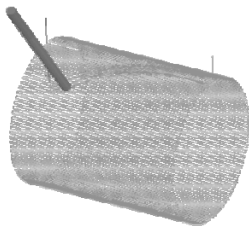

图 4-40 线框仿真加工
3) 直接单击左键，系统便开始线框仿真，如图 4-40 所示。